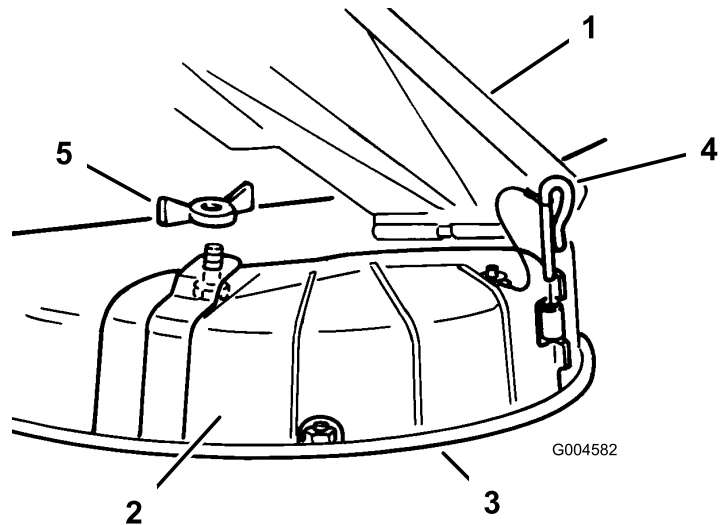

Рисунок 11
3. Отверните барашковую гайку и болт крепления крышки (Рисунок 11).
4. Снимите ось петли, которая крепит крышку к деке (Рисунок 11).
3. Поднимите отражатель травы, поместите крышку выброса поверх отверстия на нижнюю кромку газонокосилки и введите ее в переднюю петлю (Рисунок 11).
4. Вставьте ось петли в петлю (Рисунок 11).
5. Закрепите крышку выброса на газонокосилке с помощью барашковой гайки (Рисунок 11).